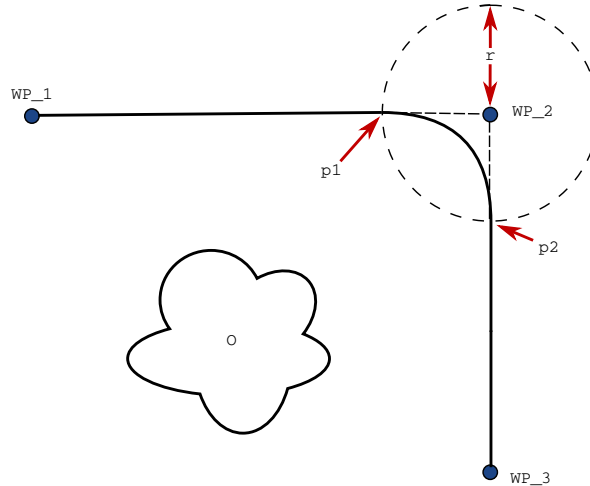

Figura 15.3: Amestecare WP\_2 cu raza  $r$ , poziție inițială amestecare la  $p_1$  și poziție finală amestecare la  $p_2$ .  $o$  este un obstacol.
**Parametri amestec** Pe lângă punctele de trecere, mai mulți parametri vor influența traiectoria amestecului (vezi figura 15.3):